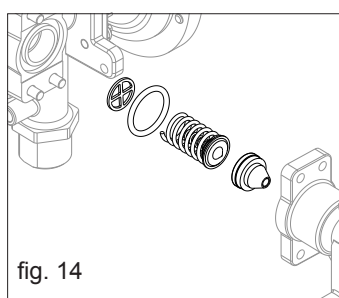

fig. 14
- Extraiga el muelle grande y el conjunto válvula de modulación/muelle pequeño (fig. 14)
- Monte la válvula y el muelle grande, prestando atención al sentido de introducción y asegúrese de que el disco perforado que guía el muelle se encuentre en la posición correcta (fig. 14)